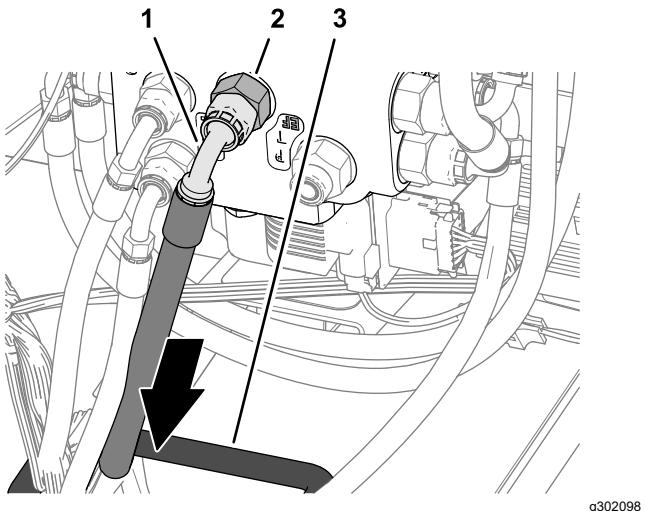

Figura 122
2. Encaminhe a extremidade do tubo de retorno do depósito 10 x 2921 mm através do olhal na placa do piso (Figura 122).
3. Monte a união de 90° do tubo de retorno do depósito 10 x 2921 mm na união da porta EF da válvula de direção EHI, e aperte a união do tubo (Figura 122).